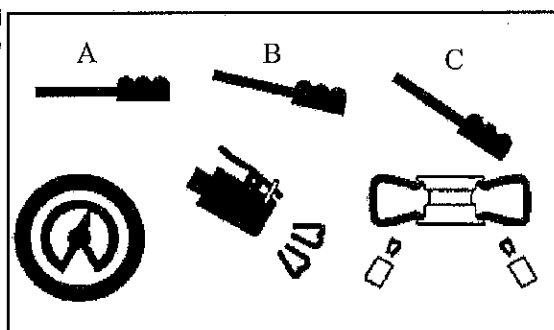

Fig 14
- Premere il pedale di gonfiaggio in posizione intermedia (B - Fig. 14).
- Se il pneumatico non si intallona sollevarlo manualmente in modo che il tallone superiore faccia tenuta contro il cerchio, quindi premere a fondo il pedale (C - Fig. 14). Un potente getto d'aria uscirà dagli ugelli posti sulle griffe consentendo l'intallonatura.
- Rilasciare il pneumatico e sollevare leggermente il piede in modo da riportare il pedale in pos. B (fig. 14). Continuare il gonfiaggio sempre a brevi getti d'aria leggendo negli intervalli la pressione indicata sul manometro.